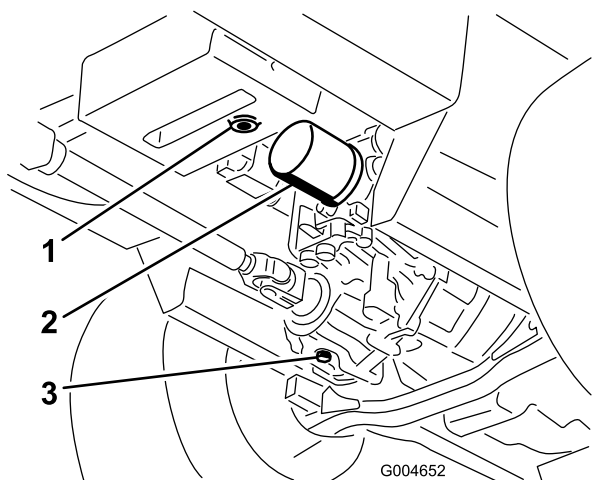

Рисунок 61
3. Поместите под гидравлический бак и картер трансмиссии большой поддон и удалите пробки; слейте всю гидравлическую жидкость (**Рисунок 61**).
4. Очистите область вокруг фильтра гидравлической жидкости и снимите фильтр (**Рисунок 61**).